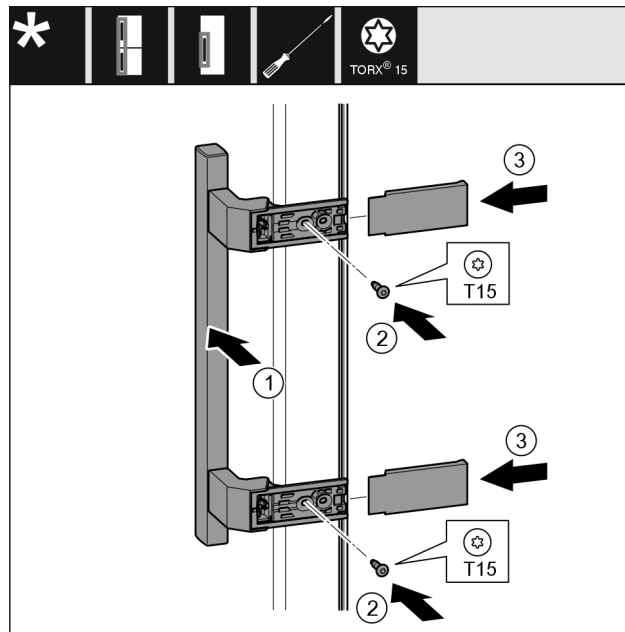

Fig. 22
- ▶ Aplicați mânerul Fig. 22 (1) pe partea opusă.
- ▶ Înșurubați ferm șuruburile Fig. 22 (2) cu șurubelnița.
- ▶ Aplicați și împingeți capacele Fig. 22 (3) laterale.